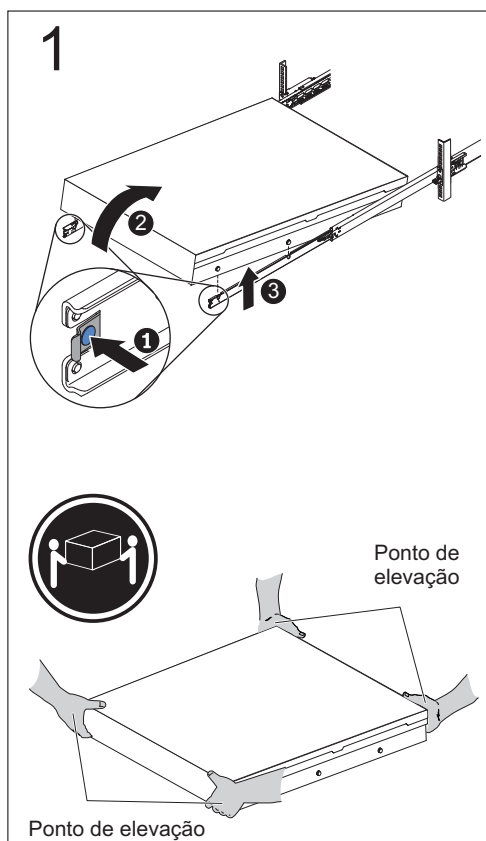

Figura 45. Removendo o SAN Volume Controller 2145-DH8 do Rack
Nota: Se estiver removendo um servidor de 2U, certifique-se de possuir duas pessoas ao levantar o servidor; posicione as suas mãos conforme mostrado em Figura 45 na página 66.
4. Puxe as alavancas de travamento do **1** para a frente, conforme mostrado em Figura 45.